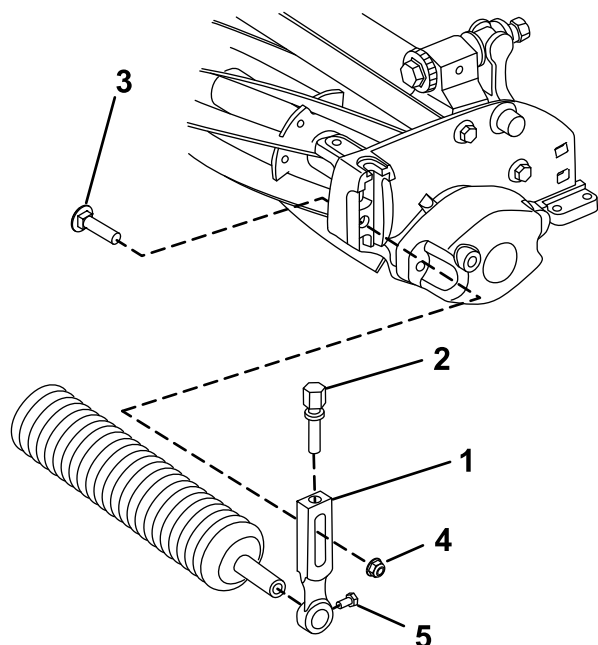

図 3
1. 刈高アーム左右のどちらか1本をカッティングユニットのサイドプレート固定しているプラウボルト、ワッシャ、フランジナットを外す 図 3。
3. カッティングユニットの反対側で、刈高アームにローラシャフトをはめ込む 図 3。
4. 刈高アームをローラシャフトにはめ込む 図 3。
5. 先ほど外した刈高アームとボルト・ナットを使って、ローラをカッティングユニットに仮止めする 図 3。
7. 調整ができればローラ取り付けねじを締め付ける 図 3。
2. 刈高アームについているローラ取り付けねじをゆるめる 図 3。